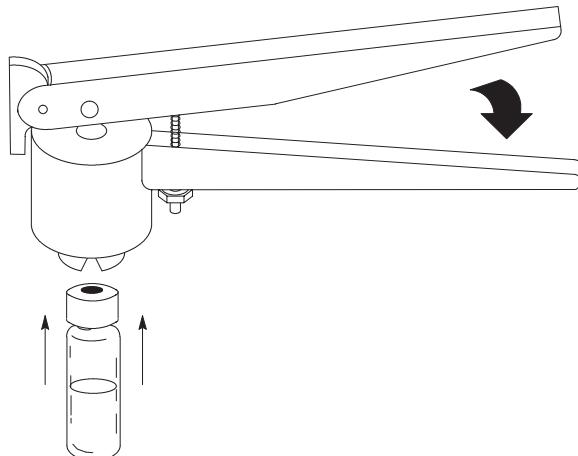

図 14 キャップを正しく取り付けるためのクリンパとバイアルの位置
- 5 キャップとバイアルの上にクリンパを被せます。図 14 を参照してください。